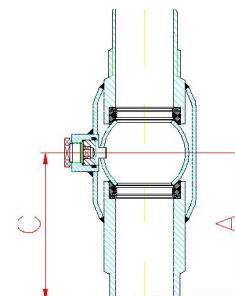

Рисунок 1
3. Привариваемому концу крана следует придать кривизну по радиусу R (рис. 1) и следить за фаской с учетом монтажных размеров, для обеспечения хорошего провара сварного шва.